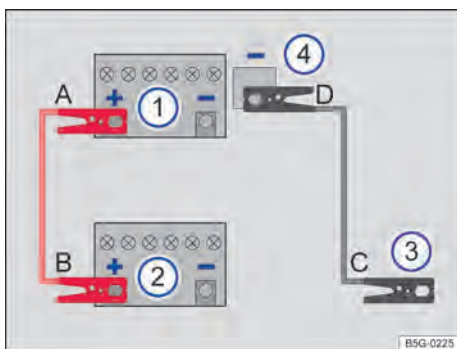
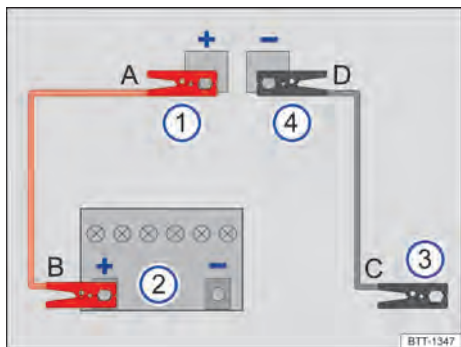

Fig. 247 Esquema para a conexão dos cabos auxiliares de partida (bateria do veículo no compartimento do motor).
Fig. 248 Esquema para a conexão dos cabos auxiliares de partida (bateria do veículo no compartimento de bagagem).
Legenda para Fig. 247 e Fig. 248:
Conectar o cabo auxiliar de partida somente na sequência **A - B - C - D** → Fig. 247.
- Conectar uma extremidade do cabo auxiliar de partida *vermelho* ao polo positivo (+) do veículo com a bateria do veículo descarregada → Fig. 247 ① → ▲.
- Conectar a outra extremidade do cabo auxiliar de partida *vermelho* ao polo positivo (+) da bateria do veículo fornecedora de corrente → Fig. 247 ②.
- Conectar uma extremidade do cabo auxiliar de partida *preto* → Fig. 247 ③, de preferência, num ponto de auxílio à partida (ponto de aterramento), ou então, na argola de reboque dianteira roscada, conectar uma peça metálica maciça firmemente aparafusada com o bloco do motor ou no próprio bloco do motor.
- Conectar a outra extremidade do cabo auxiliar de partida *preto* → Fig. 247 ④ no veículo com a bateria descarregada, de preferência, ao ponto de auxílio à partida (ponto de aterramento) → Página 369 ou então na argola de reboque dianteira aparafusada → Página 372, numa peça metálica maciça firmemente aparafusada com o bloco do motor ou no próprio bloco do motor → ▲.
Conectar o cabo auxiliar de partida somente na sequência **A - B - C - D** → Fig. 248. ▶
- Conectar uma extremidade do cabo auxiliar de partida *vermelho* ao ponto de auxílio à partida (polo positivo) (+) do veículo com a bateria do veículo descarregada → Fig. 248 ① → ▲.
- Conectar a outra extremidade do cabo auxiliar de partida *vermelho* ao polo positivo (+) da bateria do veículo fornecedora de corrente → Fig. 248 ②.
- Conectar uma extremidade do cabo auxiliar de partida *preto* → Fig. 248 ③, de preferência, num ponto de auxílio à partida (ponto de aterramento), ou então, na argola de reboque dianteira roscada, conectar uma peça metálica maciça firmemente aparafusada com o bloco do motor ou no próprio bloco do motor.
- Conectar a outra extremidade do cabo auxiliar de partida *preto* → Fig. 248 ④ no veículo com a bateria descarregada, de preferência, ao ponto de auxílio à partida (ponto de aterramento) → Página 369 ou então na argola de reboque dianteira aparafusada → Página 372, numa peça metálica maciça firmemente aparafusada com o bloco do motor ou no próprio bloco do motor → ▲.
- Desconectar o cabo auxiliar de partida com o motor em funcionamento somente na sequência **D – C – B – A** → Fig. 247 ou → Fig. 248.